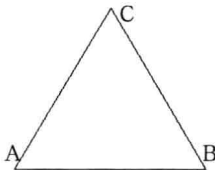
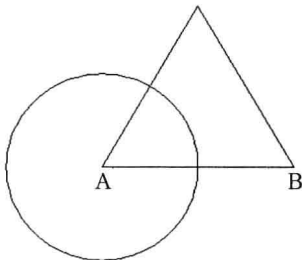

图 3-5-5
图 3-5-6
(1) 在“绘图”面板中单击“正多边形”按钮，命令行提示“输入边的数目<4>”，输入“3”，按Enter键。
(2) 命令行提示“指定正多边形的中心点或[边(E)]”，输入“e”，按Enter键。
(3) 命令行提示“指定边的第一个端点”，在视图中单击，确定第一个端点。
(4) 命令行提示“指定边的第二个端点”，输入“@500,0”，按Enter键。创建一个三角形，如图3-5-5所示。
(5) 在“绘图”面板中单击“圆心、直径”按钮，命令行提示“指定圆的圆心或[三点(3P)/两点(2P)/相切、相切、半径(T)]”，捕捉并单击三角形A点为圆心。
(6) 命令行提示“指定圆的直径”，捕捉并单击边线AB，绘制的圆直径等于AB直线长度，如图3-5-6所示。